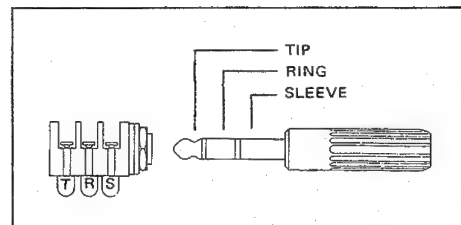

Fig. 3
10.1.3. Kopfhörerbuchse PHONES (Fig. 3)
10.1.4. Mikrophon-Eingänge (Fig. 3)
10.1.3. Headphones socket PHONES (Fig. 3)
10.1.4. Microphone inputs (Fig. 3)
10.1.3. Prise pour casque PHONES (Fig. 3)
10.1.4. Entrées microphone (Fig. 3)